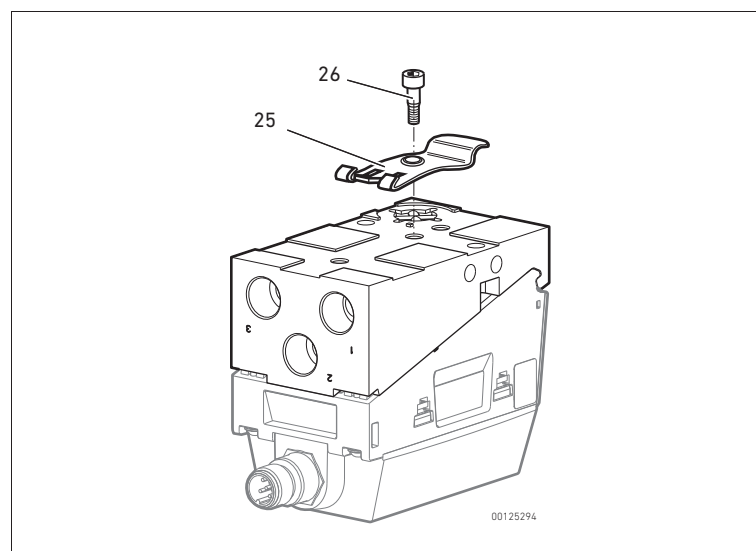

Fig. 8: Montage du set de fixation pour rail porteur
- 1 tôle de fixation (25)
- 1 vis à tête cylindrique (surpan 4) (26), couple de serrage : 1 Nm
1. Monter le set de fixation tel que décrit à la fig. 8.